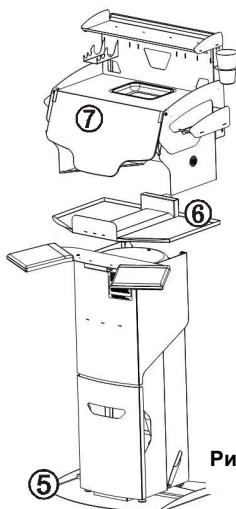

Рис.3
Выкрутить 4 винта и снять поддон (4) с верха УПЗ. Установить Упор, сверху поддон из комплекта Бокса (6) и вкрутить эти же винты, рис.3. На УПЗ установить Бокс (7).